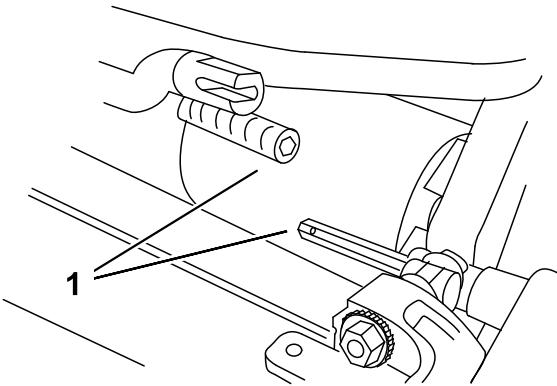

Bild 7
3. Schieben Sie die Schneideeinheit unter die Zugmaschine und dann nach links, um die Getriebekupplung einzukuppeln (Bild 7).